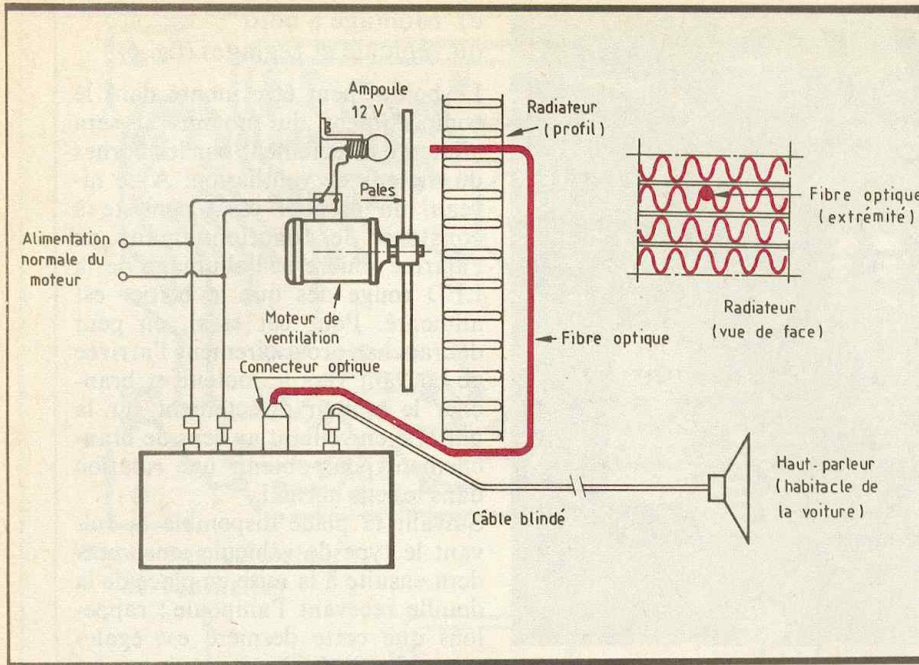

Fig. 6 Montage à bord du véhicule.
c) Montage à bord du véhicule et réglages (fig. 6)
L'extrémité coupée de la fibre de verre est à placer en face de l'ampoule, de l'autre côté du plan défini par la rotation des pales. Dans le présent montage, illustré par la figure 6, la fibre a pu être insérée entre les ailettes du radiateur ;